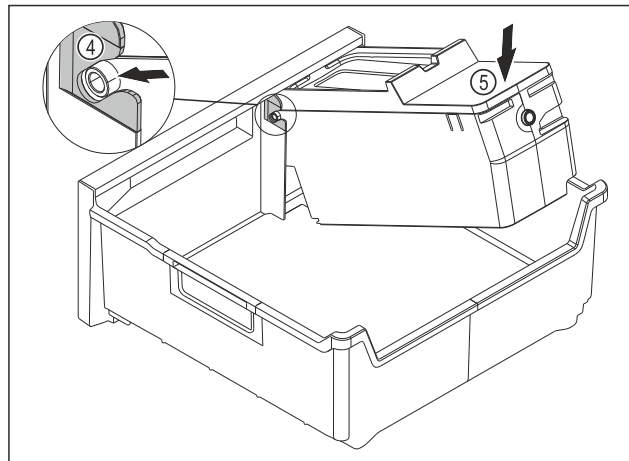

Fig. 246
- Montimi i kutisë EasyTwist-Ice: Futni akset e kutisë EasyTwist-Ice në kanalet udhëzuese Fig. 246 (4).
- Shtypni për poshtë kutinë EasyTwist-Ice Fig. 246 (5) në pjesën e pasme.